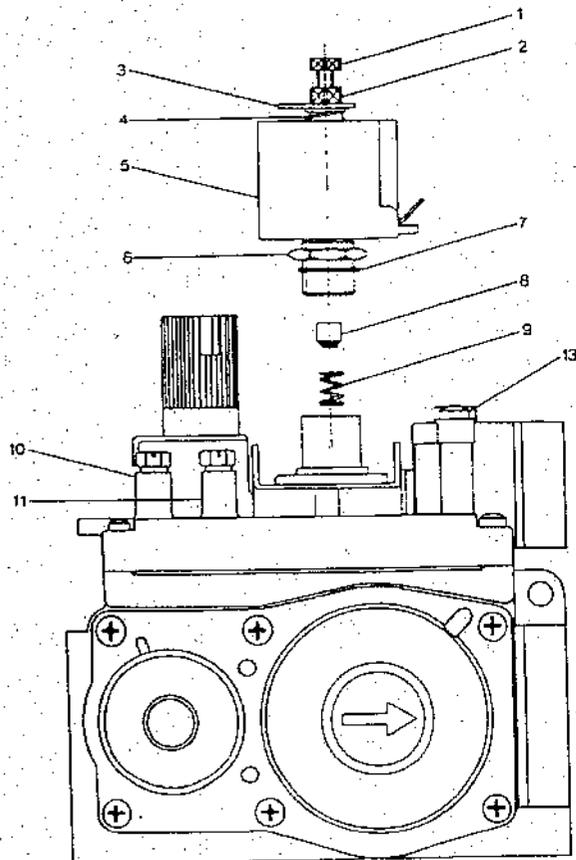

FIG. 2
La pressione del gas alla valvola ed al bruciatore può essere controllata attraverso le prese di pressione, munite di portagomma, di cui la valvola è dotata (vedi FIG. 2 - 3).
- 3 Regolare la portata del bruciatore pilota (n. 13 fig. 2).